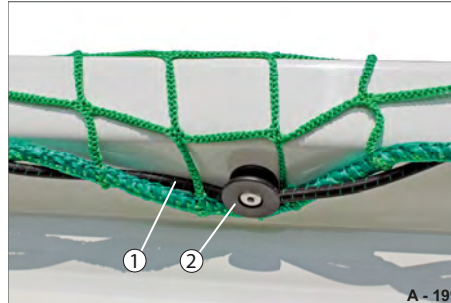

Abb. 211 Abdecknetz aufspannen
- ▶ Spannen Sie das Expanderseil (Abb. 211/1) nacheinander auf die Rundknöpfe (Abb. 211/2) auf.